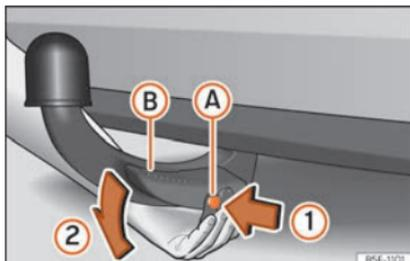

Fig. 176 Desmontar o gancho de reboque
- Pressione o perno de desbloqueio (A) no sentido da seta (1) e, ao mesmo tempo, a alavanca (B) no sentido da seta (2) até ao limite » Fig. 176.